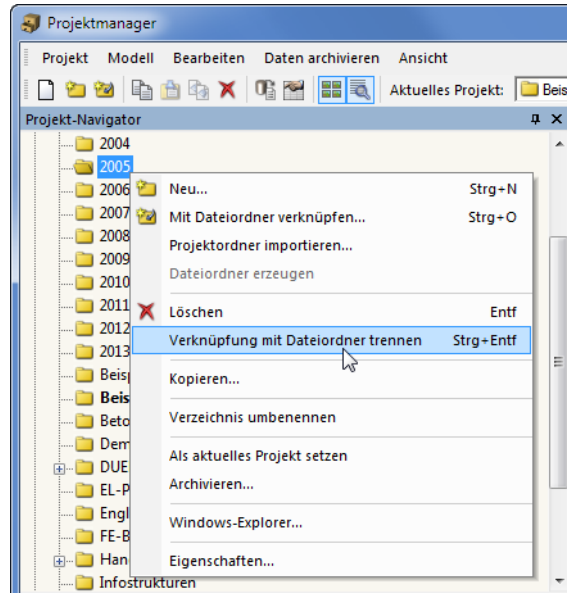

Bild 3.5: Kontextmenü eines Projekts
- den Kontextmenü-Eintrag **Kopieren** des Projekts im Navigator (siehe Bild 3.5).
- den Kontextmenü-Eintrag **Eigenschaften** des Projekts im Navigator (siehe Bild 3.5)
- das Kontextmenü des Projekts (siehe Bild 3.5) oder des Modells (siehe Bild 3.10).